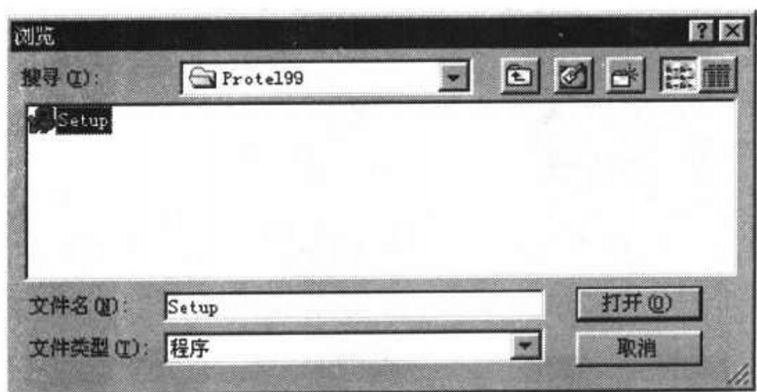

图 2-6 浏览安装程序对话框
5.单击【浏览】命令，将弹出如图 2-6 所示的浏览安装程序对话框。